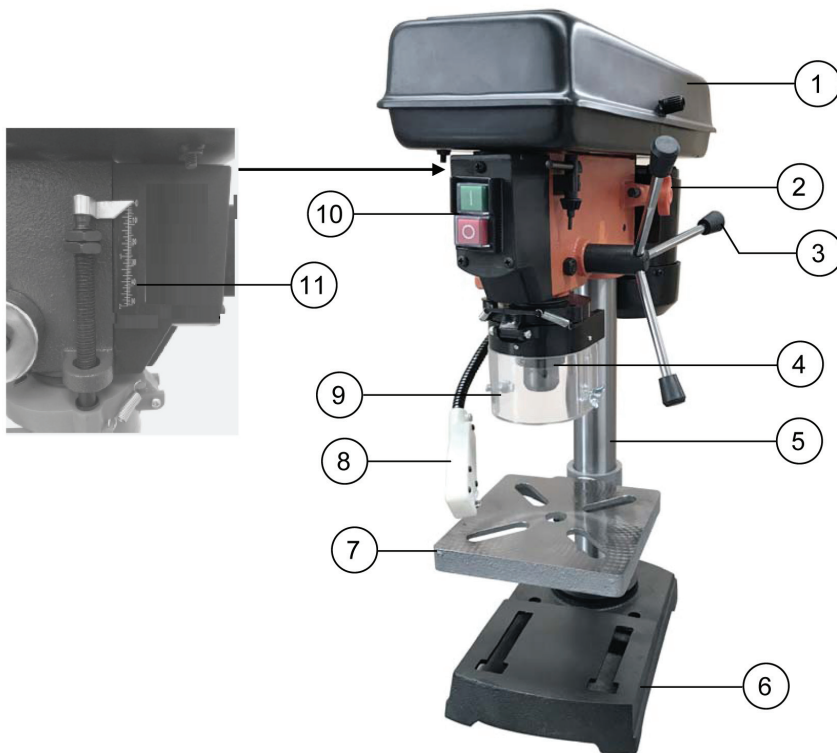
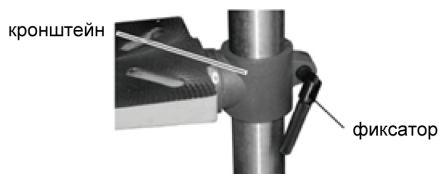

Рис. 1
Рис. 3
6.1. Установите основание (6) станка на ровную прочную поверхность (Рис. 1).
6.3. Установка кронштейн с рабочим столом на стойку и зафиксируйте фиксатором кронштейна (Рис. 3):
6.5. Установите ручки подачи 3 (Рис. 1).
6.6. Установите на шпиндель патрон 4 (Рис. 1).
6.7. Установите защитный щиток 9 (Рис. 1)
- Контроль и регулировка глубины сверления «глухих» отверстий производится по шкале 11 (Рис. 1), расположенной на станке.
- Осевое перемещение шпинделя (патрона) 4 (Рис. 1) задается рычагом подачи 3 (Рис. 1);
- Установка, разворот и фиксация высоты рабочего стола 7 (Рис. 1) осуществляется перемещением вдоль стойки кронштейна стола, с предварительно ослабленным фиксатором (Рис. 3).
Для изменения скорости вращения шпинделя предварительно следует ослабить натяжение клиновых ремней винтом 2 (Рис. 1). Затем переместить электродвигатель в сторону шпинделя. Руководствуясь схемой на рисунке 5 необходимо установить ремни на ступенях шкивов в требуемые позиции. Затем натянуть клиновые ремни, отодвигая двигатель в сторону от шпинделя и зафиксировать натяжение винтом 2 (Рис. 1).